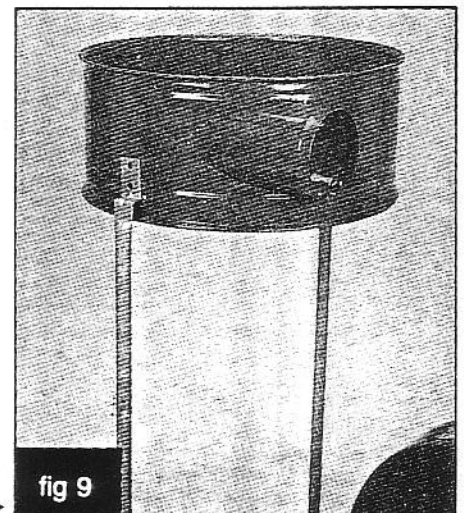

fig 9
▶ fig.9 Befestigen Sie jetzt den Verteiler(F) an den Staubsackhalterungen. Vergewissern Sie Sich, daß die seitliche Öffnung zum Absauggehäuse gerichtet ist.